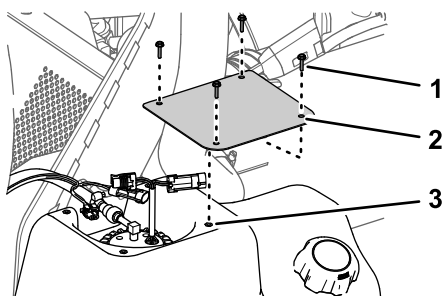

Figure 89
1. Fixez le couvercle sur le réservoir (Figure 89) à l'aide des 4 vis (n° 10 x 3/4") retirées à l'opération 2 de Dépose du couvercle de la pompe à carburant (page 69).